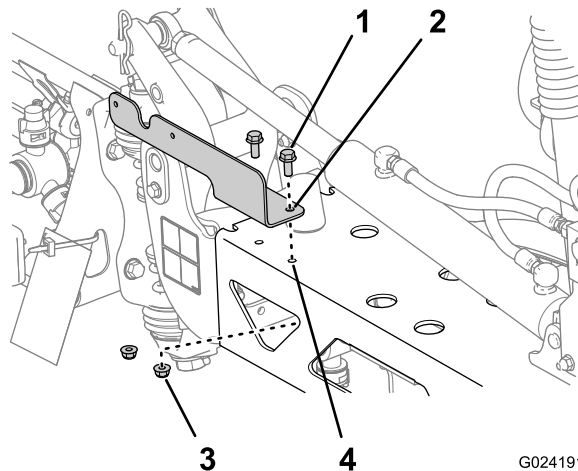

図 10
- ブラケットをフレームに固定する フランジヘッドボルト5/16 x 3/4 インチ2本、ロックナット5/16 インチ2個を使用して 図 10のように取り付ける。